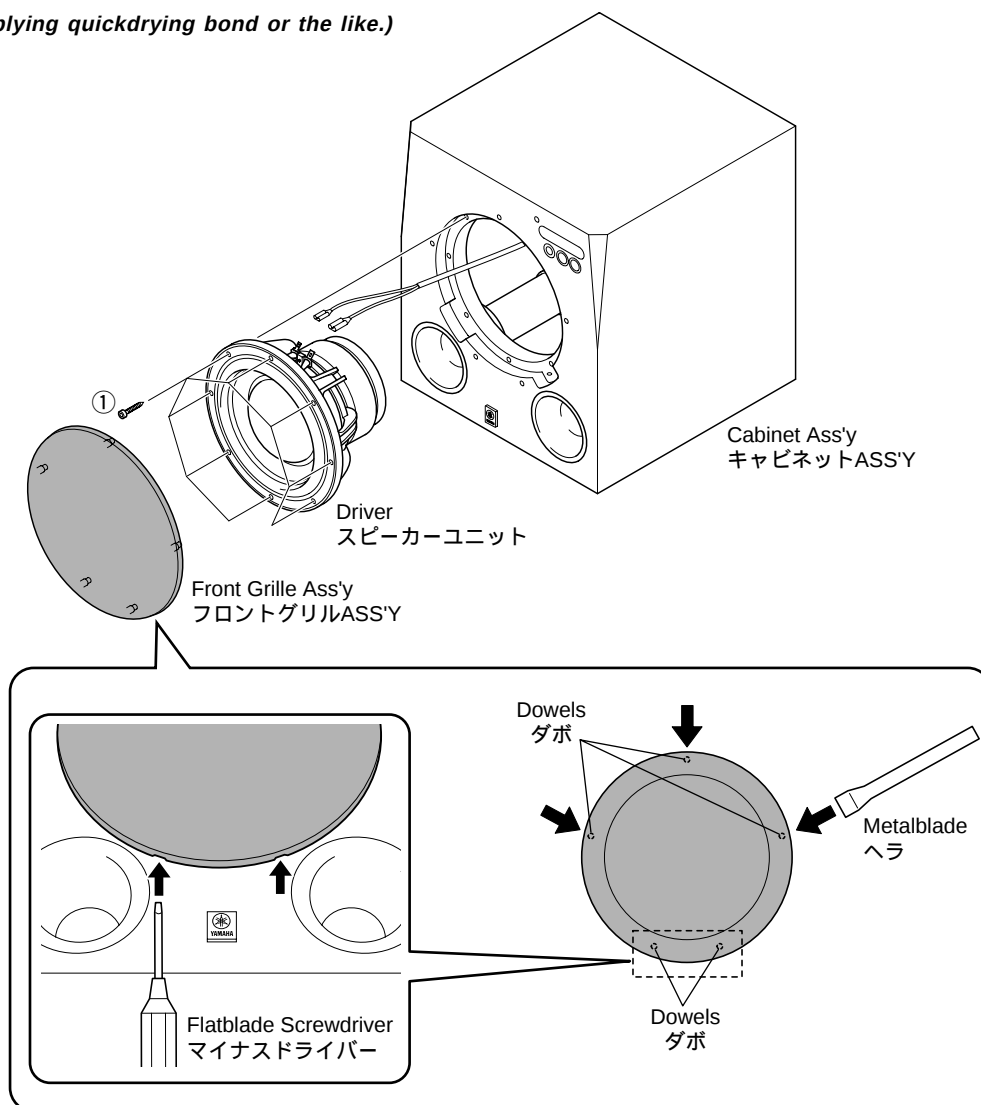

Fig. 1
a. Using the flatblade screwdriver inserted in the gap between the front grille ass'y and the cabinet ass'y (bottom side first), push up the front grille ass'y. (Fig. 1)
b. Remove the front grille ass'y by lifting a metalblade up. (Fig. 1)
a. 底側からマイナスドライバー等を差し込みフロントグリル ASS'Y を押し上げます。(Fig. 1)
b. 徐々にへら等で押し上げて、フロントグリル ASS'Y を取り外します。(Fig. 1)
(Fig. 1)
- Disconnect the connector connected to the terminal of the driver. (Fig. 1)
- ① のネジ 8 本を外し、スピーカーユニットを取り外します。(Fig. 1)